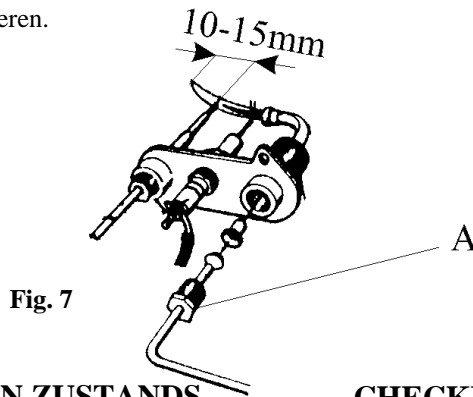

Fig. 7
Die Spannmutter (A) der Zündflammenleitung losdrehen und die Leitung aus dem Zündflammenbrenner ziehen. (Abbildung 7). Sie müssen die montierte Einspritzdüse kontrollieren und, wenn notwendig, gegen eine neue auswechseln. Kontrollieren Sie die Kodenummer (siehe technische Daten). Darauf müssen Sie die Zündflammenleitung wieder montieren.
Loosen the securing nut (A) of the pilot-flame pipe and pull the pipe out of the pilot-flame burner (fig. 7).
Die Spannmutter (A) der Zündflammenleitung losdrehen und die Leitung aus dem Zündflammenbrenner ziehen. (Fig. 7). Sie müssen die montierte Einspritzdüse entfernen und gegen eine neue austauschen. Kontrollieren Sie die Kodenummer (siehe technische Daten). Darauf müssen Sie die Zündflammenleitung wieder montieren.
Loosen the securing nut (A) of the pilot-flame pipe and pull the pipe out of the pilot-flame burner (fig. 7). Remove the fitted nozzle and replace it by a new one. Check that the code number is correct (see technical data). Now reattach the pilot-flame pipe.